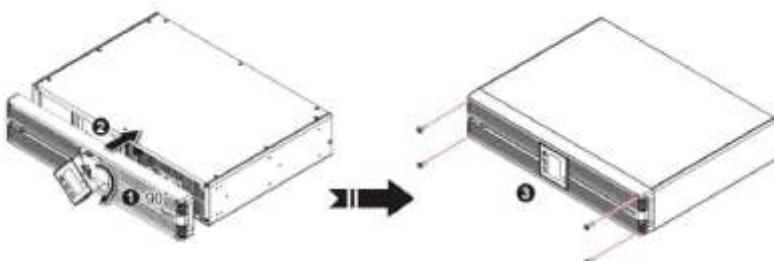

Рисунок 3-7: Поверните панель управления (на 90° по часовой стрелке), установите ее на место и замените переднюю пластиковую панель
- 2 Поверните панель управления на 90° по часовой стрелке ① и установите ее обратно на переднюю пластиковую панель ②. Установите переднюю пластиковую панель на место и убедитесь, что четыре винта плотно затянуты ③. См. **Рисунок 3-7**.